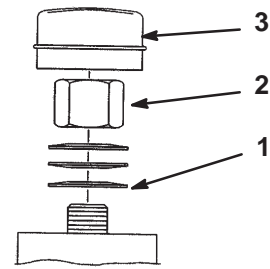

Figure 50
2. Retirez le capuchon anti-poussière de la roue et serrez le contre-écrou (Fig. 50).
3. Continuez de le serrer jusqu'à ce que les rondelles élastiques soient aplaties, puis desserrez-le de 1/4 de tour pour obtenir la précharge correcte des roulements (Fig. 50).
Important Veillez à installer les rondelles comme illustré à la Figure 50.
4. Posez le capuchon anti-poussière (Fig. 50).